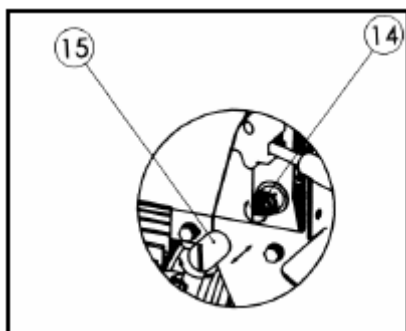

Fig. 17
N'AJUSTEZ PAS LA VIS DE LIMITATION DE LA PRESSION MAXIMALE (14) FIG. 17!
Une réinitialisation non autorisée fera que la pompe hydraulique n'arrivera pas à générer suffisamment de pression pour fendre les bûches ou **RÉSULTERA EN DOMMAGES CORPORELS GRAVES AINSI QU'EN DOMMAGES MATÉRIELS**. La vis de limitation de la pression maximale est protégée par un capuchon plastique (15) comme indiqué à la Fig. 17, et ne doit jamais être desserrée ni ajustée.